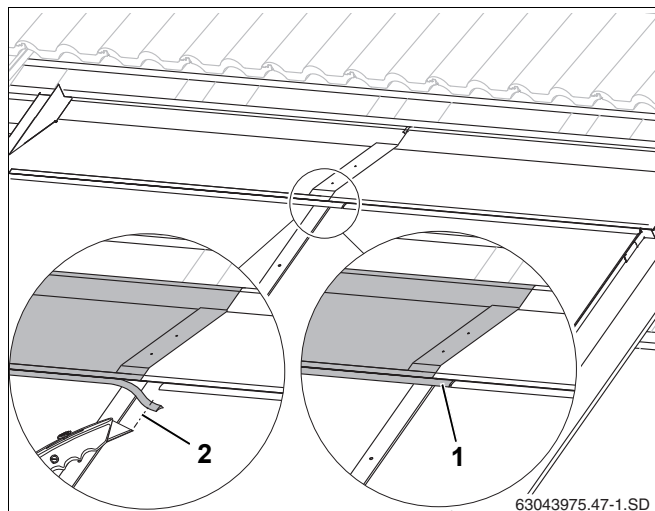

Рис. 58 Верхний левый накладной лист
- ▶ Укоротите резиновый язычок настолько (рис. 58, поз. 2), чтобы он уперся в язычок правого накладного листа.
- ▶ Вставьте резиновый язычок левого накладного листа в фальц правого накладного листа (рис. 58, поз. 1).